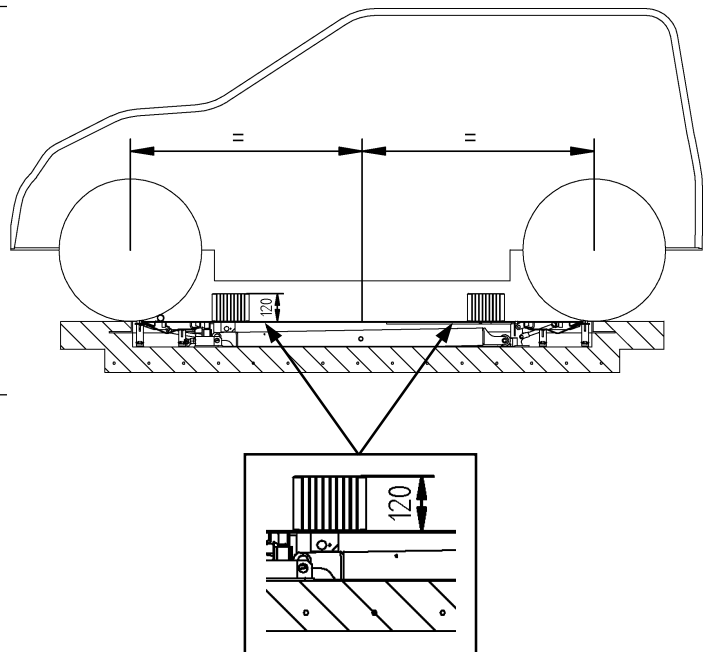

Fig. 24
- **Iniziare la manovra di sollevamento solo dopo avere verificato accuratamente, il perfetto centraggio della vettura rispetto alla pedana (vedi Fig. 24).**
- **Do not start lifting procedures before carefully ensuring that vehicle is perfectly at the centre of the platform (Ref. Fig.24).**
- **Das Fahrzeug erst dann heben, nach dem sorgfältig die korrekte Zentrierung des Fahrzeugs zur Plattform kontrolliert wurde (Zu Abb.24).**
- **Lancer la manoeuvre de levage uniquement après avoir vérifié soigneusement que le centrage de la voiture par rapport à la plate-forme est parfait (Réf. Fig.24).**
- **Comenzar la maniobra de levantamiento sólo después de haber comprobado atentamente que el automóvil esté perfectamente al centro de la plataforma (Ref. Fig.24).**